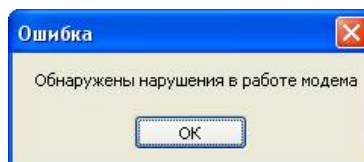

Рис. 4.5.12. Ошибка в работе модема
1. Если в файле *ms_notify.ini* неверно указан номер COM-порта, к которому подключен GSM-модем, или скорость его работы, то программа информирует об ошибке в работе модема (рис. 4.5.12).